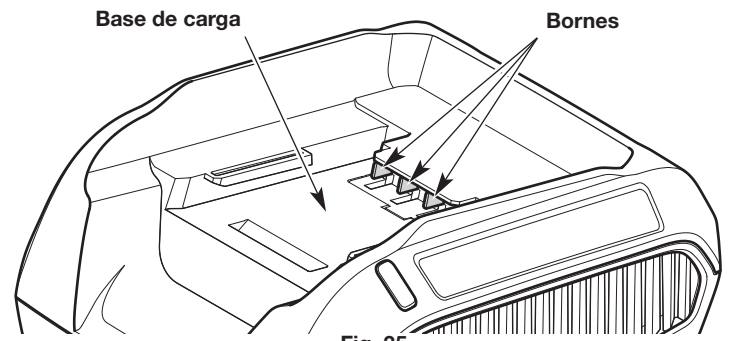

Fig. 35
- Mantenga el cargador de baterías limpio y sin residuos. No permita que ingresen materiales extraños en la base de carga ni en los bornes (Fig. 35). Inspeccione el cargador de baterías para ver si hay materiales extraños antes de usarlo.